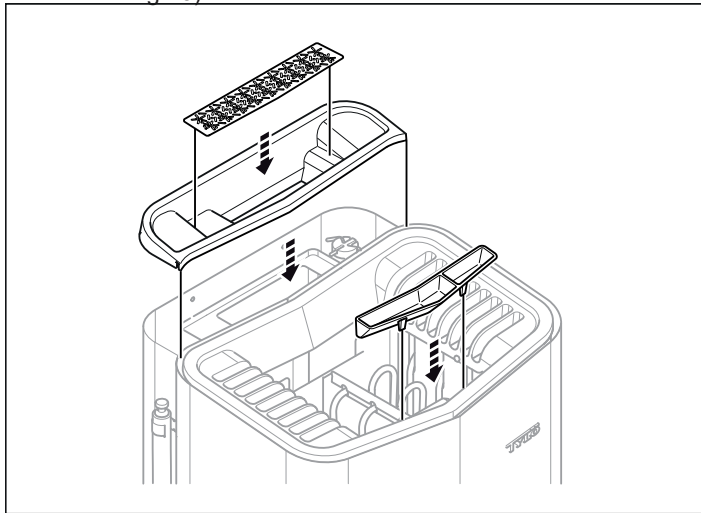

Abb. 13: Montieren der Wasserbehälterabdeckung, des Kräutergitters und des Duftkonzentratbehälters/Luftbefeuchters
11. Montieren Sie die Wasserbehälterabdeckung, das Kräutergitter und den Duftkonzentratbehälter/Luftbefeuchter (siehe Abbildung 13).